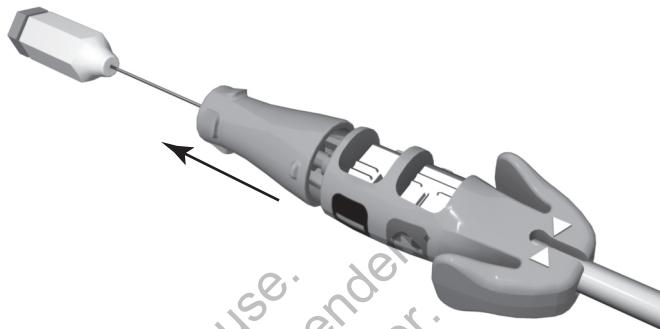

Figura 5. Cabezal de fijación de la herramienta de conexión suelta
3. Suelte el cabezal de fijación del extremo terminal del conector antes de introducir el cable en la vena (Figura 5 en la página 19).